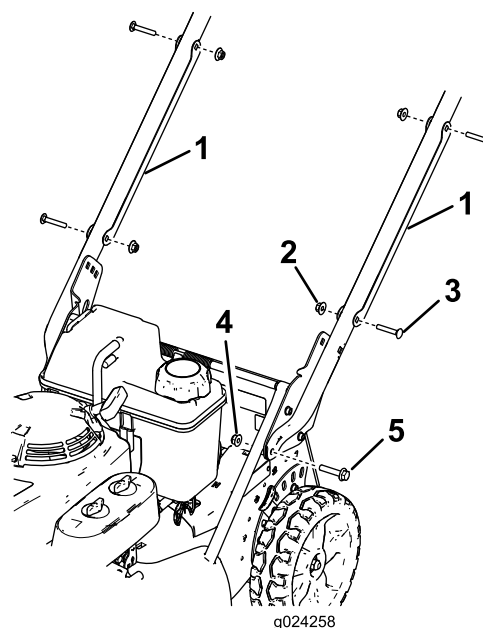

Figure 3
1. Déposez les protège-câbles du guidon (Figure 3) en retirant les 2 boulons de carrosserie et les 2 contre-écrous qui les fixent au guidon.
hexagonale (5/16 x 1½ po) et de 2 écrous à embase (5/16 po), comme montré à la Figure 3.
- Positionnez chaque protège-câble sur le guidon en recouvrant le(s) câble(s), et fixez-le solidement au guidon au moyen des 2 boulons de carrosserie et des 2 contre-écrous retirés précédemment (Figure 3).